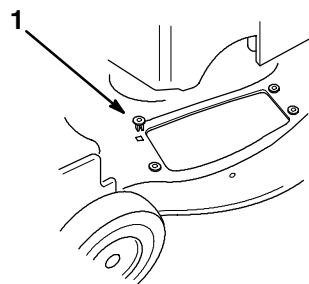

Figure 40
6. Installez les quatre rivets fournis avec le bac de ramassage dans les quatre trous carrés du carter de tondeuse (Fig. 40).